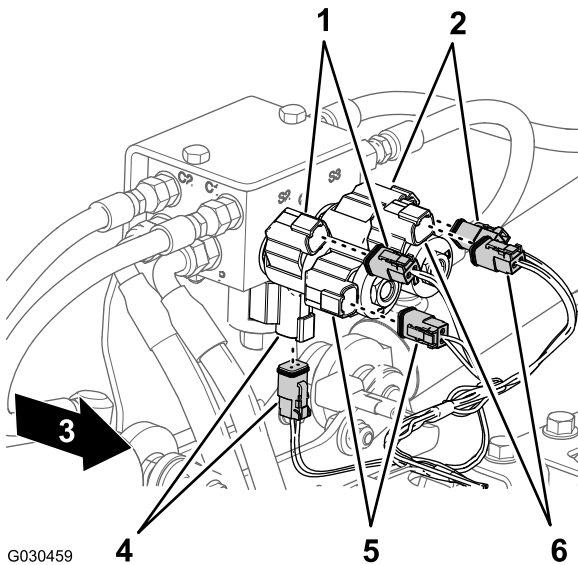

Bild 24
4. Maschinen ohne Ultra Sonic Boom: Schließen Sie hinten an der Maschine die folgenden 2-Buchsen-Stecker (Bild 24) für den Hubzylinderverteiler wie folgt ab: